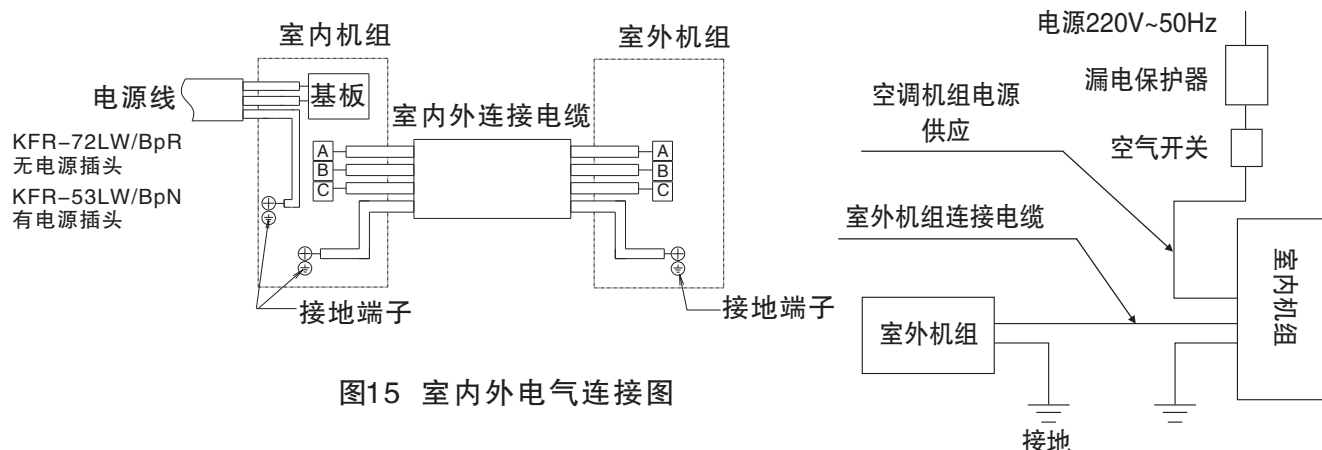

图15 室内外电气连接图
- (1) 用附件④连接电缆按接线图要求正确地连接室内外机组，绝对不可连接错误(如图15)。
- (2) 连接电缆必须用室内外机组上的附属电线压板压紧。
- 接地线必须根据图15所示用连接电缆中黄/绿色导线接至带有“⊕”标记的接线端子上。